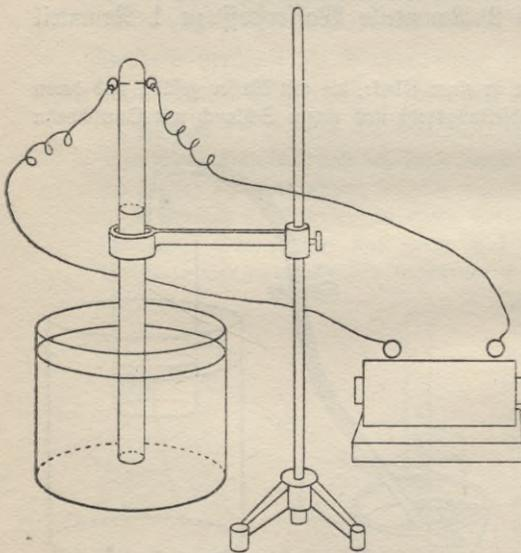

Fig. 23. Ein Gemenge von Wasserstoff und Sauerstoff wird im Eudiometer zur Explosion gebracht.
* **Versuch 3** (Fig. 23) (Eudiometerversuch): Bringe in ein Eudiometer, das mit Wasser gefüllt, umgekehrt in ein Gefäß mit Wasser gesetzt ist, gleiche Teile Wasserstoff und Sauerstoff¹⁾. Laß dann mit Hilfe einer Leydener Flasche oder eines Induktionsapparates einen Funken zwischen den Platinspitzen überspringen, während du das Rohr festhältst. (Die Explosion ist ungefährlich.) Halte dann das